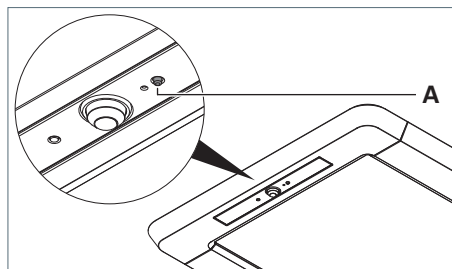
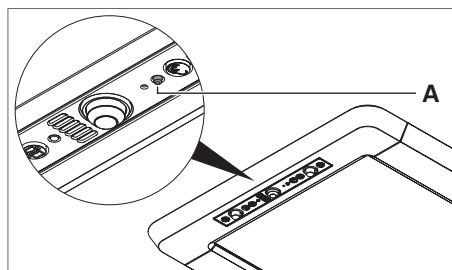

Fig. 25: Esecuzione del reset, versione R.
Fig. 26: Esecuzione del reset, versione RX.
- ▶ Premere il tasto **A**, mantenerlo premuto e ricollegare l'apparecchio all'alimentazione, vedere Fig. 25 e vedere Fig. 26.